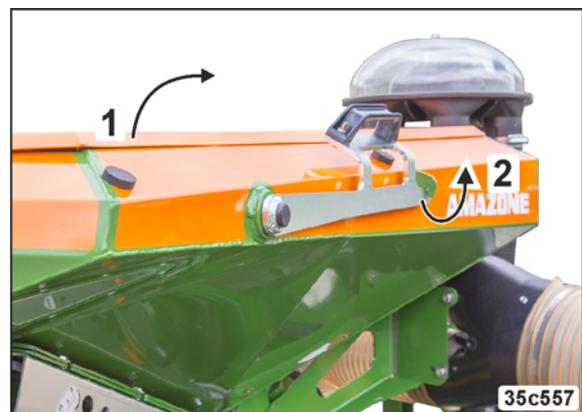

Fig. 241
4. Den Deckel (Fig. 241/1) des Behälters öffnen.
- 4.1 Den Hebel (Fig. 241/2) entriegeln.
- 4.2 Den Deckel (Fig. 241/1) durch Betätigen des Hebels öffnen.